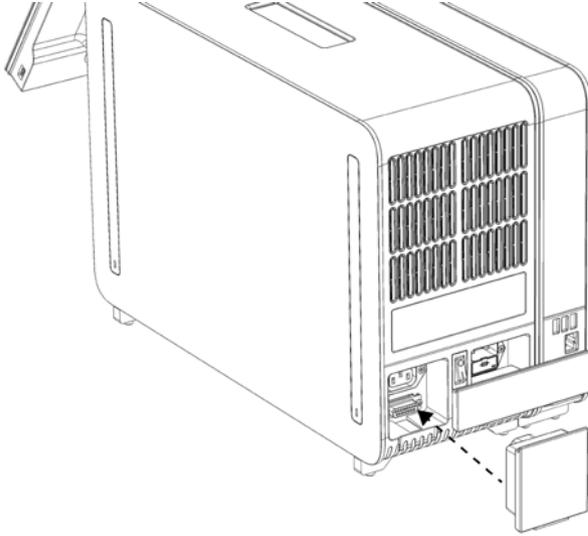

Figure 9. Connexion du pont de fin.
6. Connectez le pont de fin à l'arrière du module analytique (figure 9).